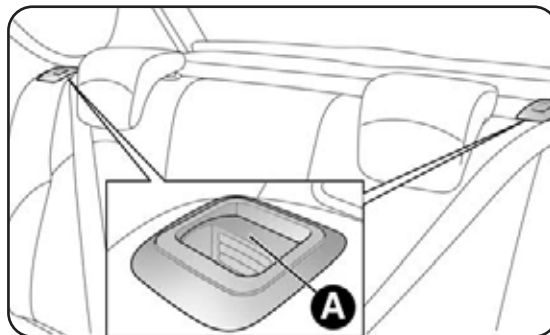

fig. 65
- solleva le leve A-fig. 65 di ritegno schienali e ribalta in avanti il cuscino desiderato (il sollevamento della leva A è evidenziato da una "banda rossa").
Solleva gli schienali spingendoli indietro fino a percepire lo scatto di bloccaggio di entrambi i meccanismi di aggancio, verificando visivamente la scomparsa della "banda rossa" presente sulle leve A-fig. 65. La "banda rossa" indica infatti il mancato aggancio dello schienale.